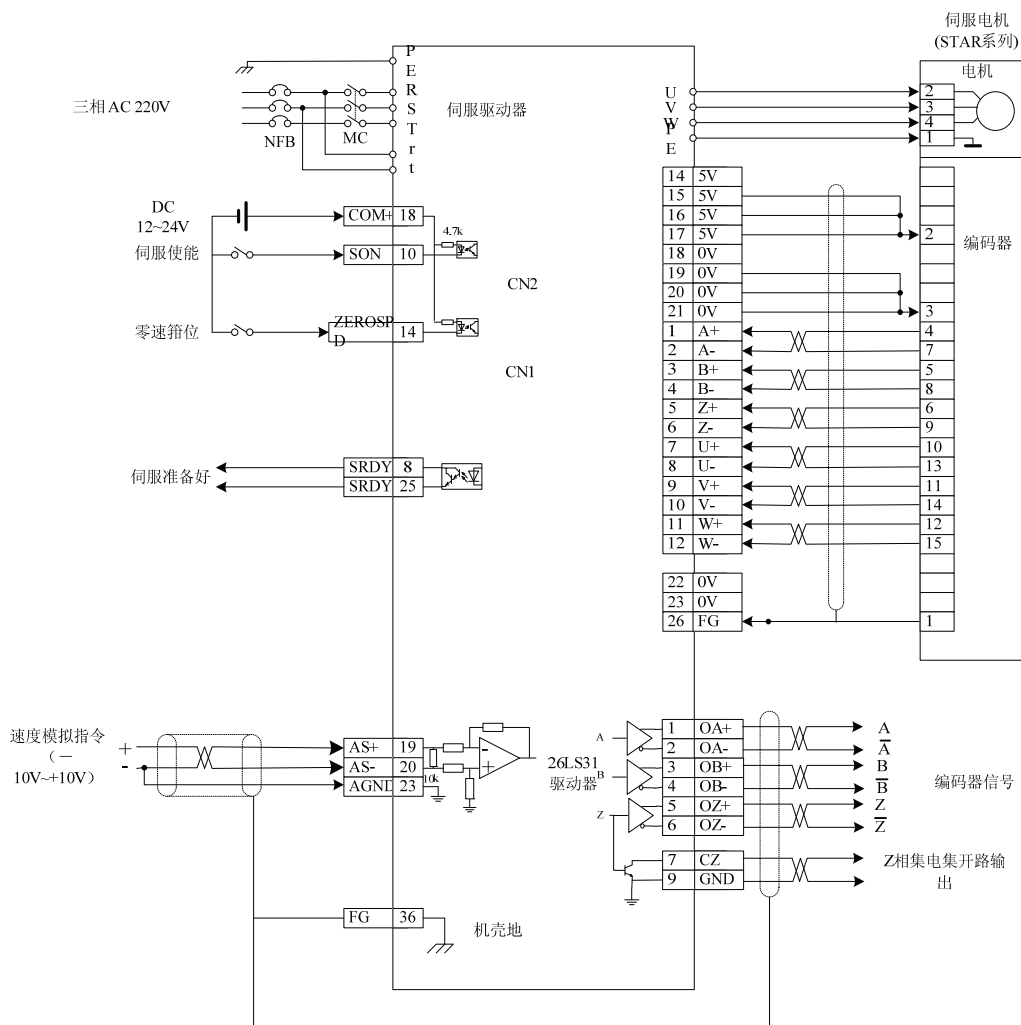

图 7.9 速度控制模式的简单接线图
- 按图 7.9 接线，主电路端子，三相 AC 220V 接 R、S、T 端子。